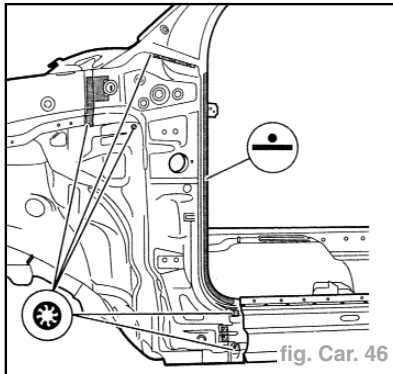

fig. Car. 46
- Souder le montant **A** intérieur à la pointeuse électrique (fig. Car. 46).